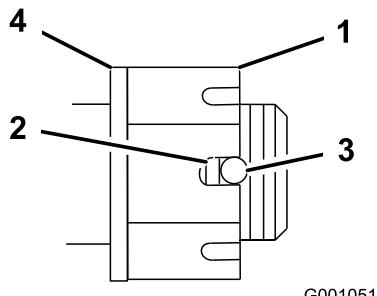

Figure 41
- Serrez l'écrou crénelé à 170 Nm (125 pi-lb) (Figure 41).
- Mesurez l'espace entre la base de la fente de l'écrou et le bord intérieur du trou. On ne doit pas voir plus de deux filets (Figure 41).
- Serrez l'écrou jusqu'à ce que la série de fentes suivante soit en face du trou de l'axe (Figure 41).